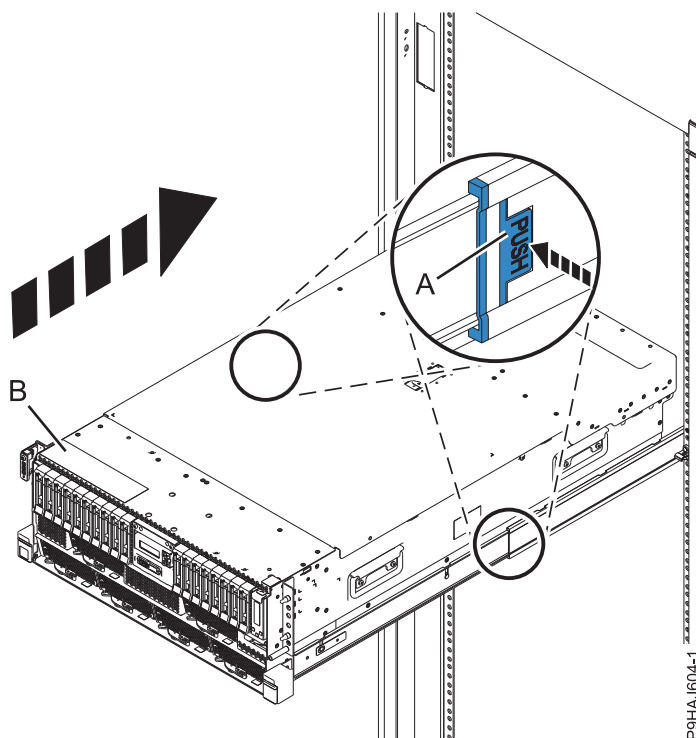

Figura 68. Colocación del sistema en la posición operativa
2. Para un sistema montado en bastidor, desbloquee los pestillos de seguridad de color azul de los rieles (A) tal como se muestra en la Figura 68 en la página 89 presionándolos hacia dentro. Asegúrese de que los brazos portacables pueden moverse libremente. Asegúrese de que los cables en la parte posterior del sistema no queden atrapados ni se enreden al colocar la unidad del sistema en la posición operativa.